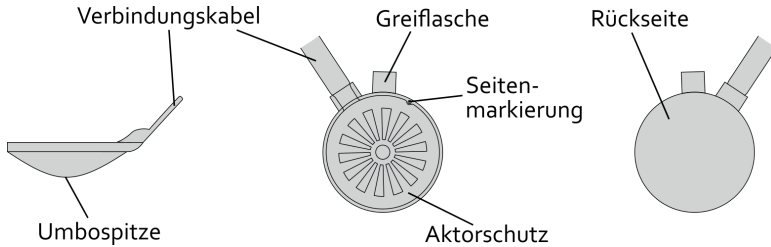

Abbildung 19: Darstellung der Hörkontaktlinse® (links: Seitenansicht; Mitte: Ansicht von oben; rechts: Ansicht von unten)
8. Für die Feinplatzierung nun die Seitenmarkierung an der Hörkontaktlinse® (s. Abbildung 19) mit dem Hammerkopf in Übereinstimmung bringen. Die Feinpositionierung ist dann abgeschlossen, wenn der Patient den Testton wahrnehmen kann. Kann keine Position gefunden werden, bei der der Ton für den Feintest wahrgenommen wird, muss die Grobpositionierung (s. Kapitel 8.3 ab Schritt 3) noch einmal wiederholt werden. Scheitert das Einsetzen auch nach dem dritten Versuch der Grobpositionierung, den Kundendienst der Vibrosonic GmbH kontaktieren.